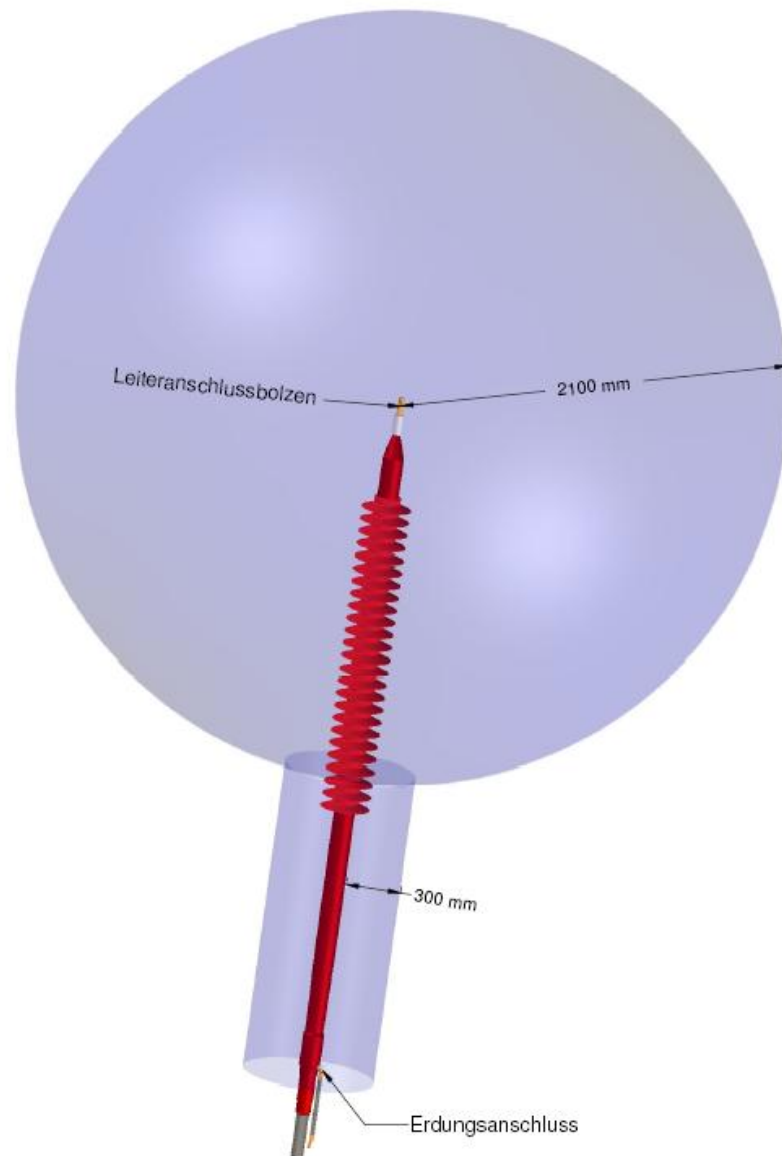

Abbildung 3 Mindestabstände von einem 220 kV Endverschluss
- Bei der Anordnung der Endverschlüsse ist auf die minimalen Phasenabstände und Abstände von Erdpotential bzw. Stützelementen entsprechend Bedacht zu nehmen. Mindestwerte können Abbildung 3 entnommen werden. Im Übrigen gelten die Bestimmungen der gültigen Vorschrift ÖVE E8383 bzw. der äquivalenten nationalen oder internationalen Normen.